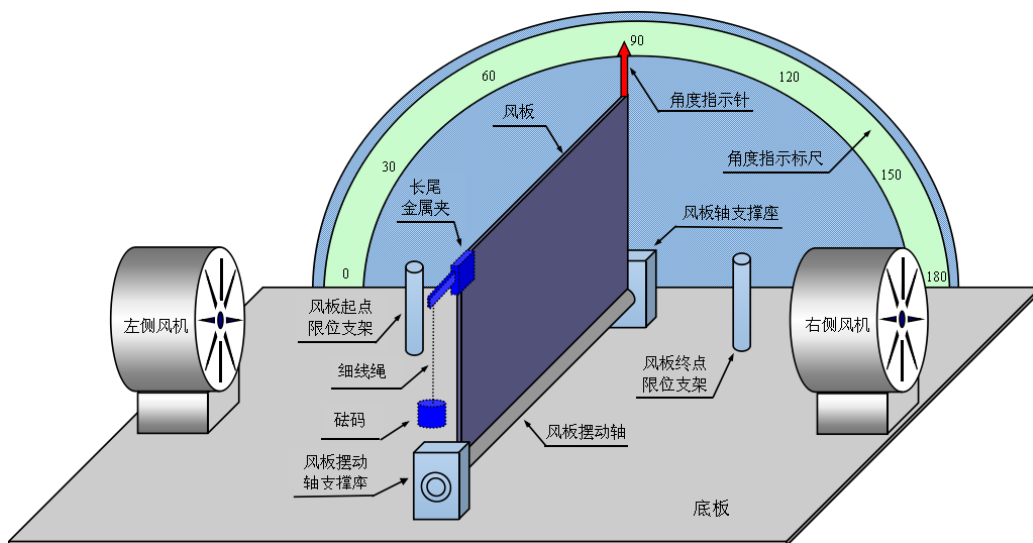

图 1 风板控制装置参考示意图
设计并制作一个风板控制装置。该装置能通过控制风机的风量来控制风板完成规定动作，风板控制装置参考示意图见图 1。
用细线绳将一个重量为 10g 物体 (可以用 10g 砝码代替), 拴在小长尾金属夹的尾端上, 小长尾金属夹与重物的总长度不小于 50mm, 并整体夹在图 1 所示风板对应位置上。
1. 给出的图 1 仅作参考, 风板的外形尺寸要求为: 高 150mm×宽 200mm, 厚度和制作材料及风板支架的机械连接方式不做限定; 风板上除安装风板转动轴、角度指示针和传感器外, 不能安装其他任何装置; 风机数量和控制风向方式可自行设计确定; 可以设置风板起始位置、终点位置的限位装置, 限定风板能在与水平线成  $30^{\circ} \sim 150^{\circ}$  的夹角内摆动;